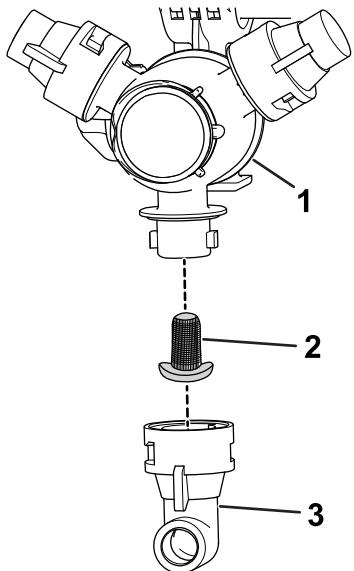

Рисунок 57
2. Снимите сопло с поворотной распылительной головки (Рисунок 57).
3. Снимите фильтр сопла (Рисунок 57).
5. Установите фильтр сопла (Рисунок 57).
Примечание: Убедитесь, что фильтр вставлен до упора.- 6. Установите сопло на поворотную распылительную головку (Рисунок 57).